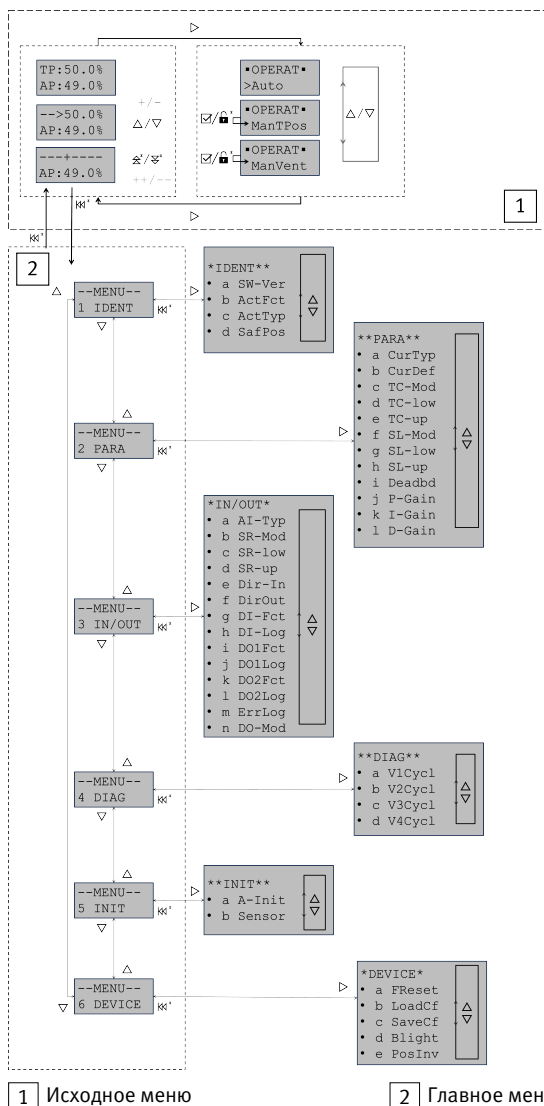

Fig. 12 Структура меню
1. Открыть уровень подменю "Датчик" → Fig.12.